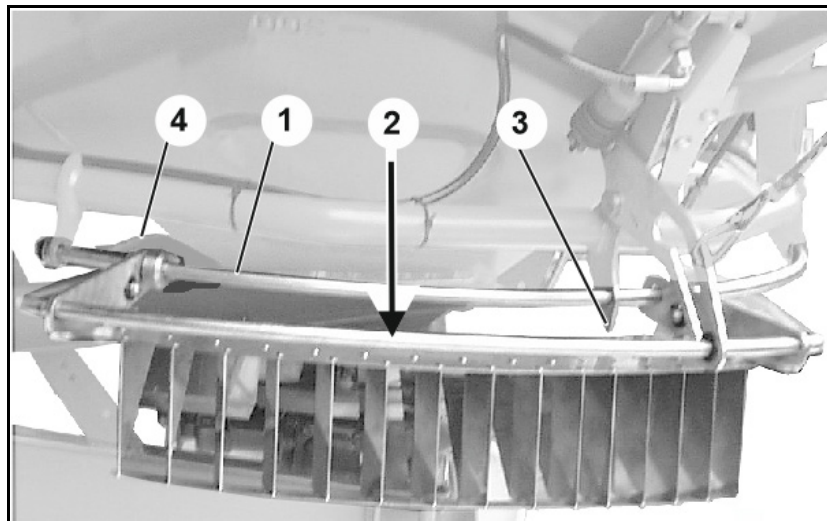

Fig. 76
- Indstillingen sker ved at forskyde grænsespredeskærmen på føringsbøjlen (Fig. 76/1).
- Værdierne, der kan aflæses i spredetabellen, findes igen på grænsespredeskærmen (Fig. 76/2).
- Spidsen af cylinderholderen bruges som viser for indstillingsværdierne (Fig. 76/3).
1. Løsn drejeregabet (Fig. 76/4).